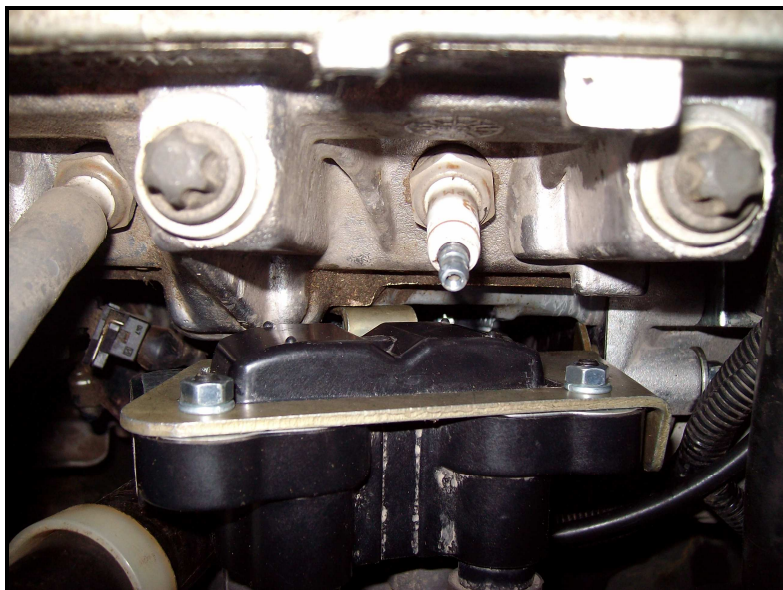

Рис.3. Монтаж модуля зажигания
- 3.5. Используя три из четырех крепёжных болтов, а так же гайки М6 и пружинные шайбы из монтажного комплекта, перевернуть модуль зажигания к новому кронштейну модуля. Электрический разъём модуля ориентировать в сторону проушин кронштейна (Рис.3).